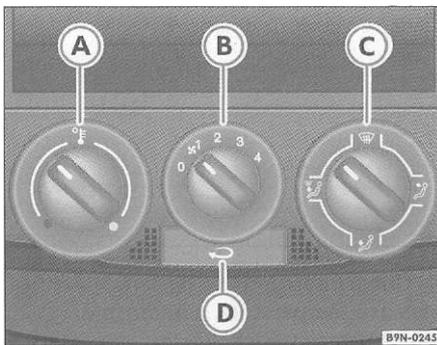

Fig. 83 No painel de instrumentos: comandos do aquecimento
- Gire o interruptor da temperatura => fig. 83 0 para a esquerda.
- Gire o interruptor da temperatura => fig. 83 ® para a direita, até atingir a temperatura de aquecimento desejada.
- Gire o interruptor da temperatura => fig. 83 ® totalmente para a direita, para a posição máxima de aquecimento.
- Gire o interruptor da temperatura => fig. 83 ® para a posição de aquecimento.
Por todos os difusores sai ar renovado, aquecido ou não, conforme a posição do interruptor => Página 101, fig. 83 ©. Os difusores são comandados pelo interruptor ©. Os difusores também podem ser comandados através do botão recartilhado, ao lado ou abaixo de cada difusor.